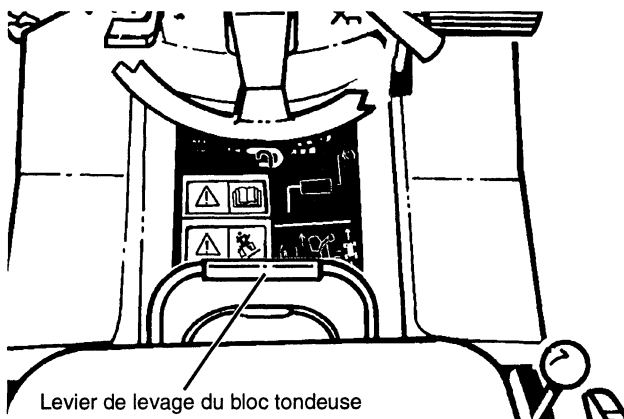

FIGURE 48
- Monter le levier de levage du bloc tondeuse à sa position la plus haute en appuyant sur le verrou du levier de levage et en tirant le levier vers le haut (voir Fig. 48).